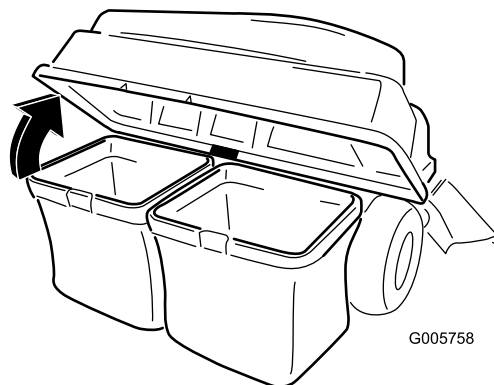

Figure 42
3. Ouvrez (soulevez) le couvercle du système de ramassage (Figure 42).